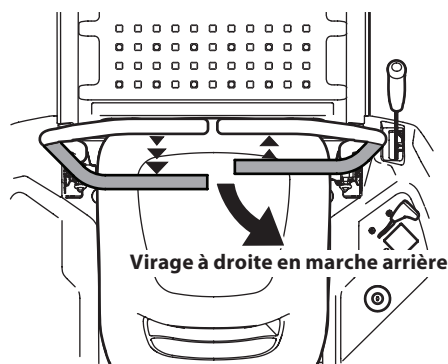

Figure 3-9
2. Pour tourner à droite en marche arrière, poussez la barre de conduite droite vers l'avant et tirez la barre de conduite gauche vers vous. Voir Figure 3-9.